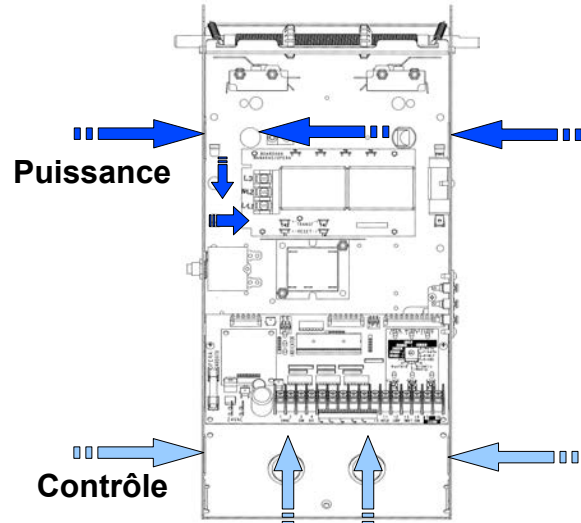

Figure 7 - Branchement basse tension (contrôle) et haute tension (puissance)
1. Disposer le circuit de puissance soit à la droite ou à la gauche de l'enceinte de contrôle, comme illustré à la Figure 7.
2. Disposer les fils de contrôle, comme illustré à la Figure 7. GARDER SÉPARÉES BASSE ET HAUTE TENSIONS.